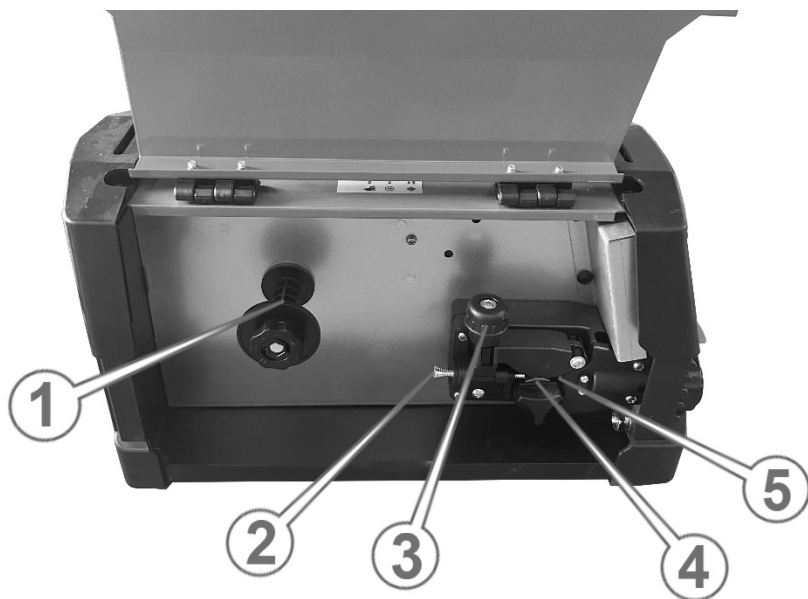

Рисунок 3. Відсік для зварювального дроту.
2. Відкрити кришку відсіку для зварювального дроту (рис. 3) та встановити катушку зі зварювальним дротом на установчий барабан (1, рис. 3) з урахуванням того, що напрямок обертання катушки під час розмотування зварювального дроту відбувається проти ходу годинникової стрілки.
3. Вставити зварювальний дріт у механізм подачі (2, рис. 3). Для цього:
- послабити притискний гвинт (3, рис. 3) і відкинути кронштейн із ним;
- переконавшись в тому, що на кінці дроту немає задирок, здатних пошкодити внутрішню частину тракту, і вставити зварювальний дріт у напрямну трубку (2, рис.3) та просунути її у вхідний отвір зварювального рукава (5, рис. 3) на 100–150 мм;
Для зміни положення роликів подачі необхідно відкрутити фіксатори (4, рис. 3), встановити ролик потрібним боком і зафіксувати (діаметр дроту вказаний на самому ролику).
Планку з притискним роликом повернути у робочий стан і притиснути її гвинтом (3, рис. 3).
3. Вставити зварювальний дріт у механізм подачі (2, рис. 3).
- послабити притискний гвинт (3, рис. 3) і відкинути кронштейн із ним убік;
- переконавшись в тому, що на кінці дроту немає задирок, здатних пошкодити внутрішню частину тракту, і вставити зварювальний дріт у напрямну трубку (2, рис. 3) та просунути її у вхідний отвір зварювального рукава (5, рис. 3) на 100–150 мм;
Для зміни положення роликів подачі необхідно відкрутити фіксатори (4, рис. 3), встановити ролик потрібним боком і зафіксувати.